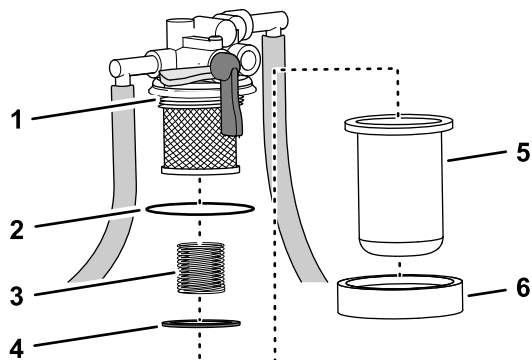

Figure 68
1. Placez un bac de vidange sous la cuvette du filtre à carburant, desserrez le l'écrou de la cuvette et déposez la cuvette de la tête du filtre (Figure 68).
3. Vérifiez l'état du joint torique sur la tête du filtre (Figure 68).
5. Montez le ressort et le flotteur dans la cuvette de filtre à carburant (Figure 68).
6. Montez la cuvette assortie de son écrou sur la tête du filtre et serrez l'écrou à la main (Figure 68).